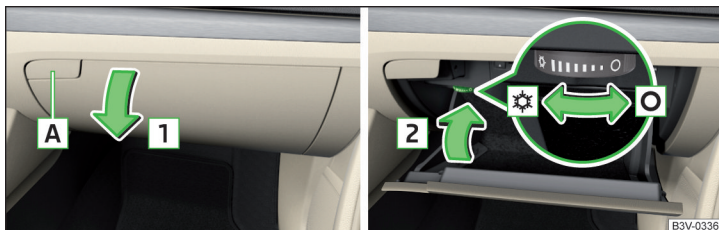

Abb. 98 Ablagefach öffnen / Ablagefach schließen und Luftzufuhr bedienen
- Zum **Öffnen** die Taste **A** drücken. Der Deckel klappt in Pfeilrichtung **1** » Abb. 98.
- Zum **Öffnen** den Drehschalter bis zum Anschlag in die Position **☼** drehen » Abb. 98.